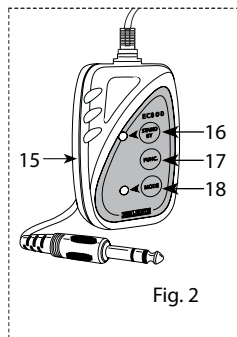

Fig. 2
10. Presa di connessione per il telecomando EC800 (fig. 2);